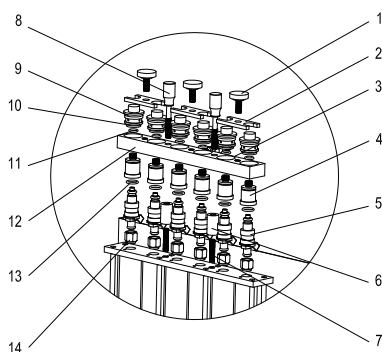

Рис. 07
- Установите распределитель топлива и форсунку на опору распределителя топлива с помощью соответствующего регулируемого винта и гайки с накаткой, и затяните два винта с рифлением (черного цвета). См. рис. 07.